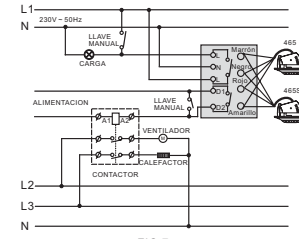

FIG.7
- 3) Dos sensores OS-465 y OS-465S (sensor adicional) conectados simultaneamente a una caja de control. (Ver FIG.7)
- El sensor OS-465S (sensor adicional) se conecta en paralelo con el sensor OS-465 (Ver FIG.7).